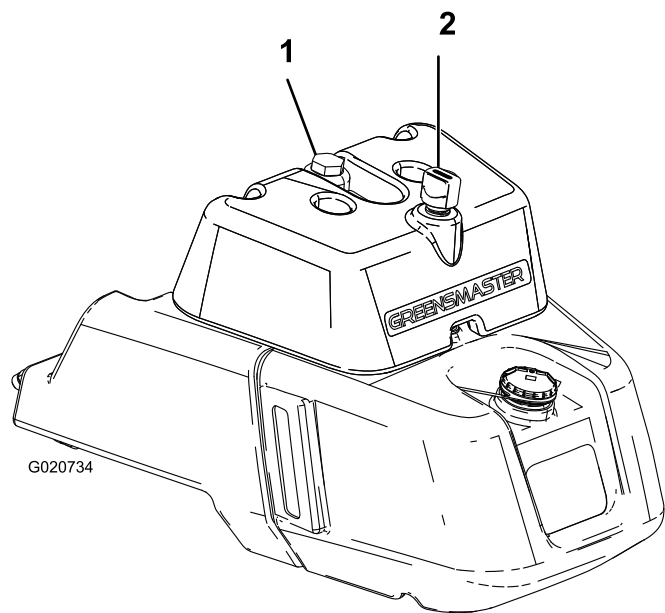

Bild 23
2. Nehmen Sie den Deckel vom Behälter ab (Bild 23).